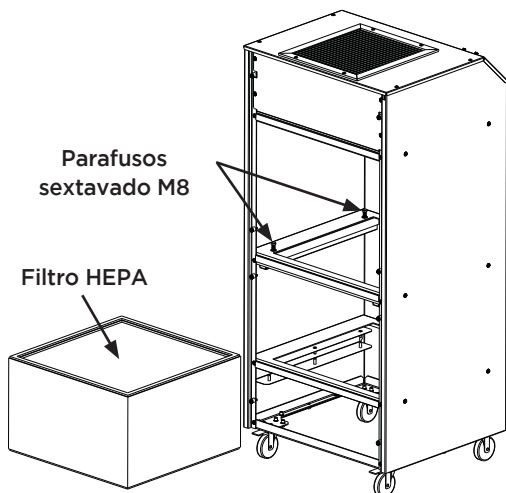

Fig. 9 - Retirada do filtro HEPA
- Utilize chave de boca 13 para afrouxar os 4 parafusos sextavado M8 localizados no suporte superior do filtro HEPA. Estes parafusos pressionam o filtro HEPA contra seu suporte inferior (Fig.9).